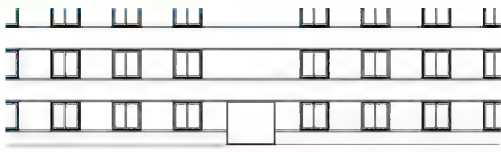

图 4.24 修剪窗台线
(2) 使用【修剪】命令剪掉与首层门洞口相交的窗台线, 如图 4.24 所示。